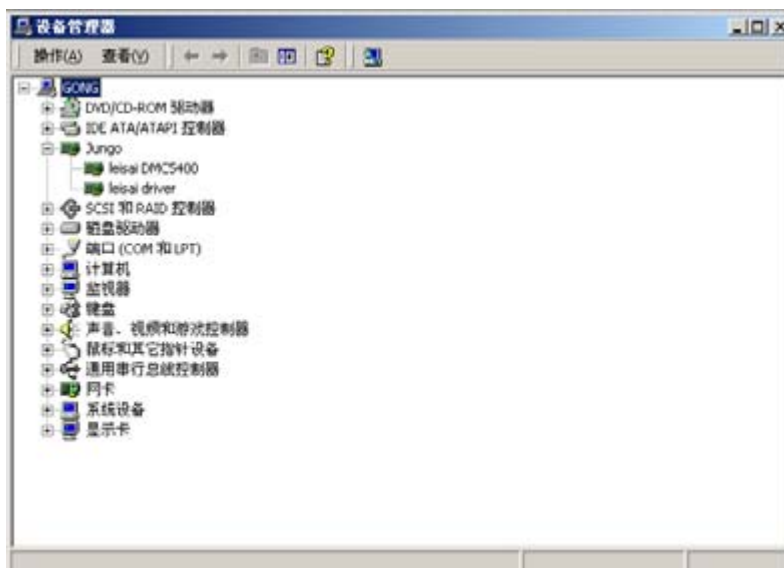

图 5-8 资源管理器显示的设备情况
9. 打开设备管理器可以看到 leisai DMC5400 设备和 Leisai Driver 设备，如图 5-8 所示：